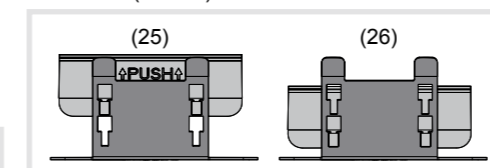

Bild 20: Umbau Öffnungswerkzeug
- i** Zum Öffnen einer Briefkastenfront 2/1 müssen zuvor die Öffnungswerkzeuge von den oberen (25) in die unteren Positionen (26) umgesteckt werden (Bild 20).